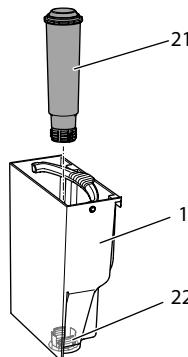

Abb. 15: Wasserfilter ein- oder ausschrauben
- Entfernen Sie den Wasserfilter (siehe Abb. 15 auf Seite 23).
9. Setzen Sie einen neuen Filter in den Wassertank ein (siehe Abb. 15).
3. Entfernen Sie den Wasserfilter (siehe Abb. 15).